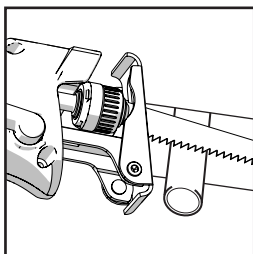

Fig. 11
- Corte la pieza de trabajo lentamente, permitiendo que la hoja flexible se curve según sea necesario. **(Fig. 11).**